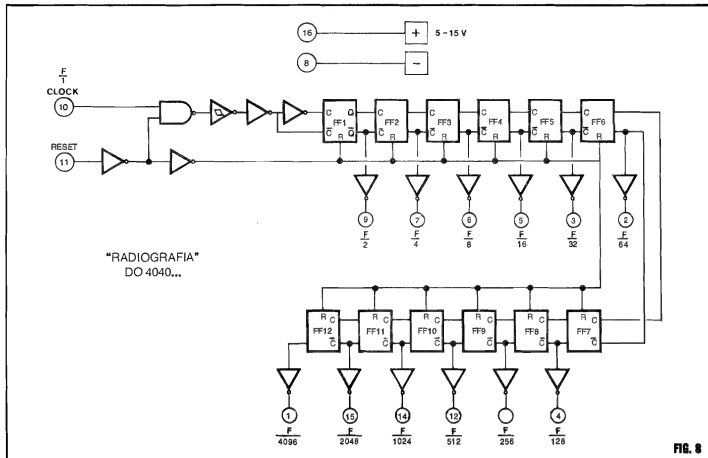

FIG. 8
- **FIG. 8 - "TIRANDO A ROUPA" DO 4040...** - Normalmente, nos diagramas de circuitos ("esquemas"), os Integrados mais complexos são estilizados como meras "caixas" dotadas de pinos numerados, conforme o Leitor/"Aluno" já viu
em exemplos anteriores do nosso "Curso"... Entretanto, a própria razão de ser da presente "Aula" está na demonstração do tamanho e da complexidade do conteúdo dos modernos Integrados... Assim, torna-se justificada (se não necessária...) uma análise do "lado de dentro" do dito cujo, a partir do diagrama de blocos representativo, visto na FIG. 8... Observem, inicialmente, os 12 FLIP-FLOPS, simbolizados pelas "caixas" retangulares, cada um deles dotado de duas Entradas de CLOCK, uma NORMAL (C) e outra COMPLEMENTAR (representada por um "C" com um tracinho em cima, lembram-se...?) e duas Saídas, sendo também uma NORMAL (Q) e a outra COMPLEMENTAR (o "Q" com o velho tracinho de "inversão", em cima...). Observem ainda a presença interna de alguns *gates* já estudados, SIMPLES INVERSORES, NAND DE 2 ENTRADAS e até um SIMPLES INVERSOR COM FUNÇÃO SCHMITT TRIGGER... Tais *gates* auxiliares destinam-se a perfeitamente conformar os sinais, e dar-lhes o devido "estado" ou condição digital, de modo a serem perfeitamente manipulados pela bateria de contadores... Observem a presença do comando de RESET (pino 11). Nitem também que as duas Saídas de cada BIESTÁVEL estão sempre conectadas às duas Entradas do BIESTÁVEL seguinte da "fila", de modo que as divisões por 2 vão sendo feitas progressivamente através dos blocos... Outra coisa: como as Saídas são inicialmente recolhidas nos terminais COMPLEMENTARES de cada BIESTÁVEL, todas elas são externamente acessadas através de um bloco SIMPLES INVERSOR, de modo que nos pinos externos do Integrado, tais Saídas se manifestem de forma "não invertida" (Saídas "Q"...). A Frequência de CLOCK é aplicada ao pino de Entrada geral (10) e, depois de "adequado" o sinal, enviada ao primeiro FLIP-FLOP (FF1), seguindo daí para a frente, de BIESTÁVEL em BIESTÁVEL, até FF12... O pino externo de RESET (11), comanda (via dois SIMPLES INVERSORES internos...) todas as Entradas de RESET dos 12 BIESTÁVEIS, de modo que todos eles podem ser simultaneamente "zerados" ou "rearmados" através de tal entrada de